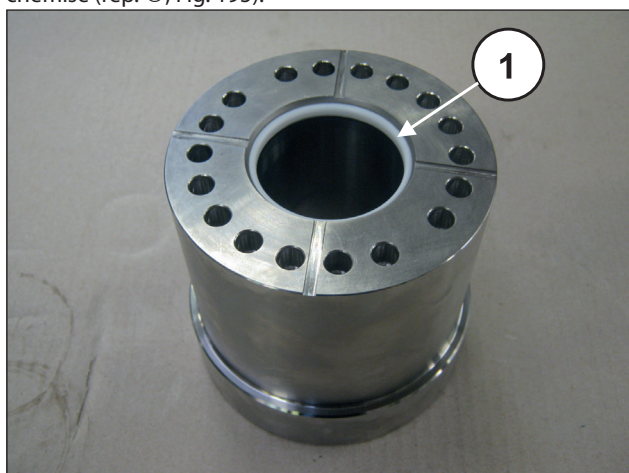

Fig. 195
Pour le remontage des différents composants, inverser les opérations et faire particulièrement attention aux séquences décrites ci-après ; pour les valeurs des couples de serrage et l'ordre de serrage, respecter les indications du paragraphe 3. Introduire le support de joint dans le joint d'étanchéité dans la chemise (rep. ①, Fig. 195).